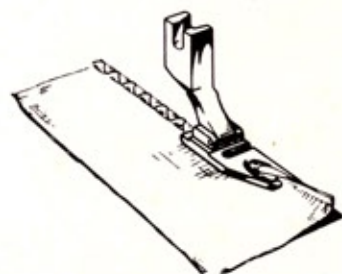

Fig. 42
b) NARROW ROLLED EDGES (Fig. 42)